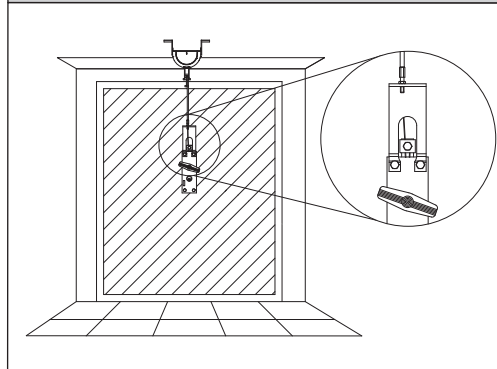

Рис. 23
- SET/S Внешний разблокиратор, с убирающейся ручкой, для секционных ворот, толщина панели 50мм макс. (Рис.23).